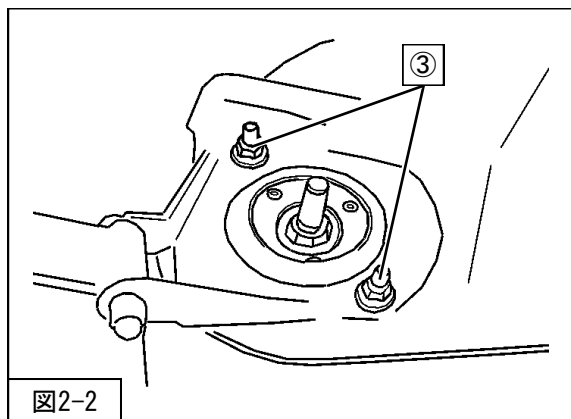

図2-2
③フロントサスペンションASSYアップパー取付ナット（BCNR33の締付トルク：39～54N・m）（BNR34の締付トルク：40～53N・m）を車両に取付けてください。（図2-2）